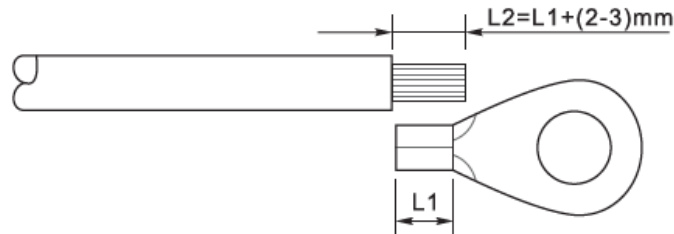

Рис. 19 – Підготовка кабелю заземлення (1)
- 2) Вставте оголені дроти в термінал ОТ і обтисніть їх за допомогою приладу для обтискання, як показано на Рис.19.